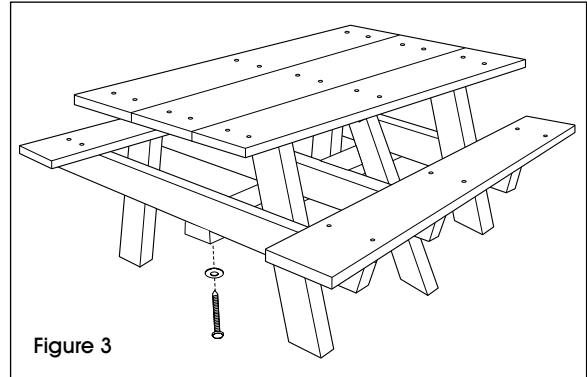

Figure 3
7. À l'aide de la perceuse, fixez le renfort de pied sur la face inférieure des bases en A avec les tire-fonds de 3½ po et les rondelles. (Voir Figure 3)